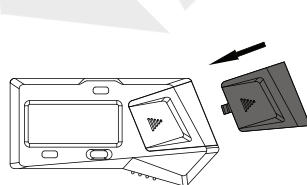

fig.3
---Cierre la tapa de las pilas(fig.3)